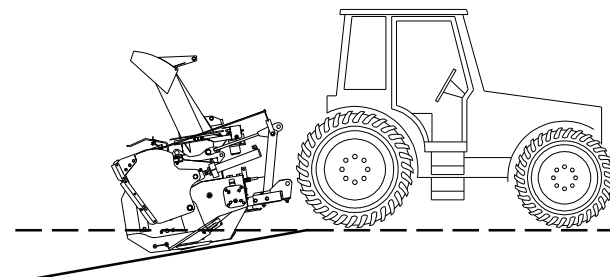
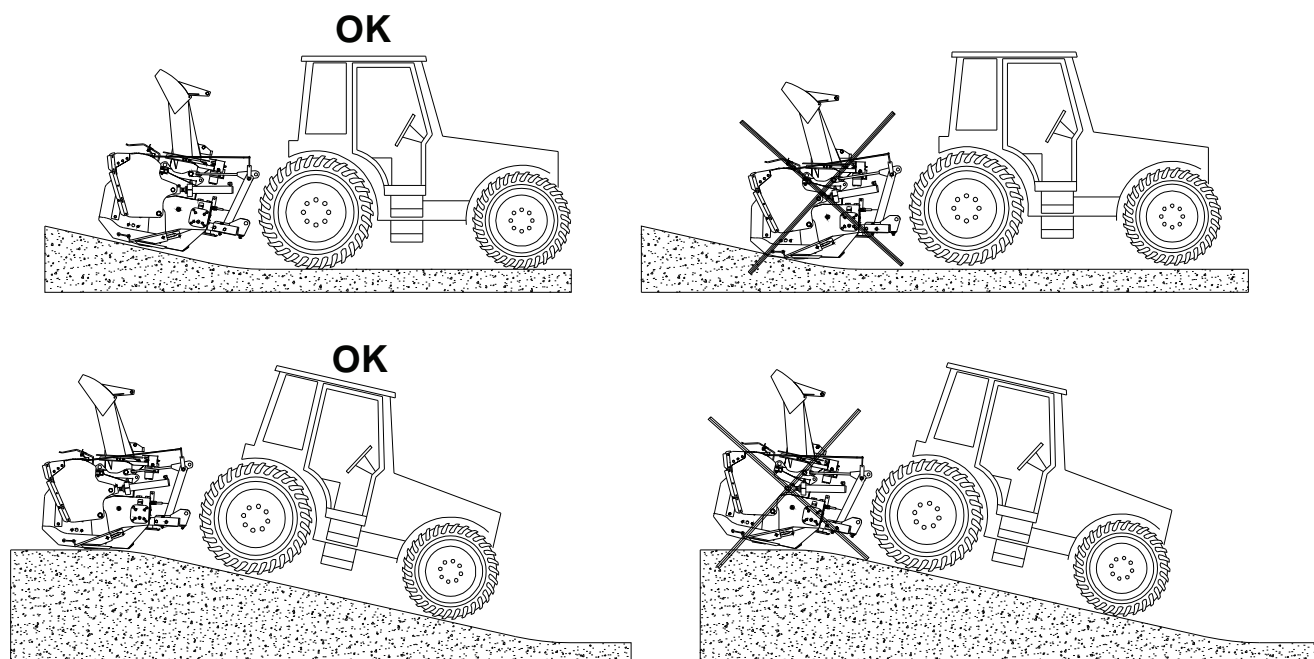
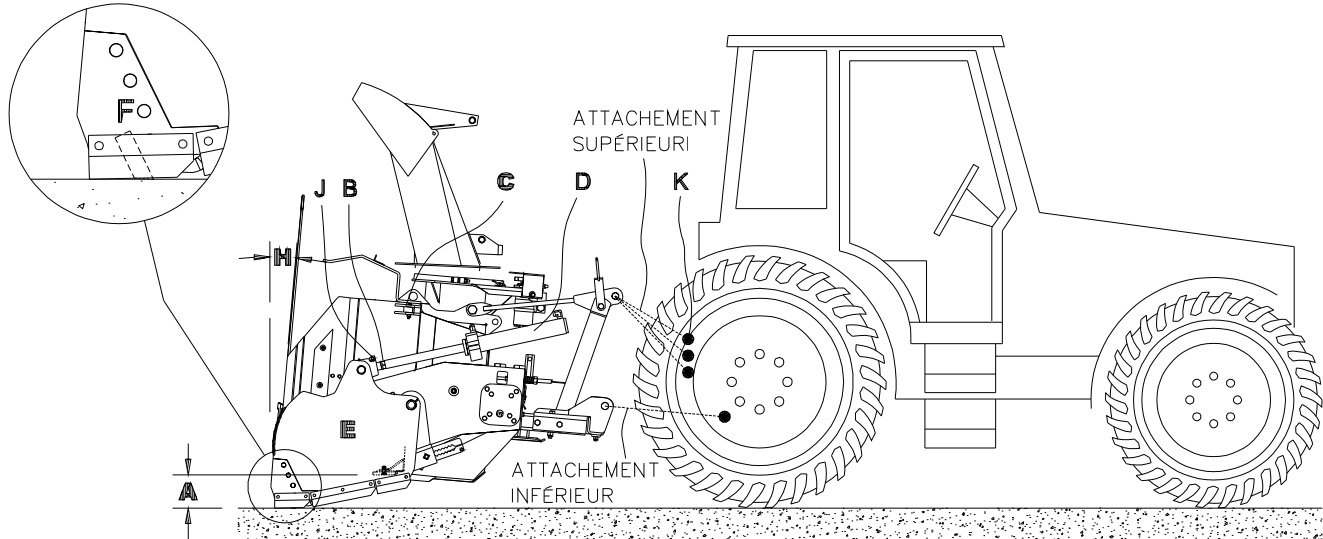

Figure 34
Figure 35
Fig. 37
- 1) Placer le tracteur et la souffeuse sur une surface nivelée. Si l'attache supérieur du 3 points (Fig. 37-K) de votre tracteur a plusieurs trous d'attache, choisir le trou qui produira un mouvement similaire à ce qui est montré à la figure 34. **Lorsqu'il y a une pente sur le terrain, les patins de la souffeuses doivent demeurer parallèles au sol lorsqu'elle est plus haute ou plus basse que le niveau du tracteur.** Ceci procurera une efficacité de grattage plus grande dans les changements de dénivellation et évitera des talonnements de la souffeuse sur les surfaces. Vous obtiendrez un mouvement en travail tel que montré à la figure 35.
- 1) Abaisser la lame X-PRO en étirant complètement les cylindres de la lame (Fig.37-D). Abaisser la souffleuse jusqu'à ce que la lame X-PRO soit à quelques pouces du sol. S'assurer que la lame X-PRO est parallèle au sol. Corriger s'il y a lieu à l'aide des ajustements des cylindres (Fig. 37-B)
- 2) Abaisser la souffleuse jusqu'à ce que la lame touche par terre. Ajuster les cylindres (Fig. 37-D)
pour obtenir une hauteur (Fig. 37-A) approximative de 6" pour les modèles PXPL-86 et PXPL-86-92 et de 8" pour les modèles PXPL-92 et PXPL-92-98. Débuter l'ajustement en desserrant le boulon sur la main des cylindres (Fig. 37-J). Prendre ensuite une clé 7/8" et faire le nombre de tours nécessaires (Fig 37-B) pour obtenir les dimensions requises (Fig. 37-A).
Vérifier que le patin court du TIVAR ou le patin en acier pour les autres modèles est parallèle au sol ou légèrement relevé du côté du tracteur (Fig. 37-F).
- 3) Relever la souffleuse et pivoter la lame X-PRO le plus haut possible. Les côtés (Fig. 37-E) doivent être bien appuyés sur les butées (Fig. 37-C). Une valve de relâchement a été prévue pour protéger le mécanisme lorsque la lame appuie sur les butées. Pour un ajustement optimal, serrer la vis d'ajustement de la valve au maximum et ensuite dévisser d'un demi-tour.